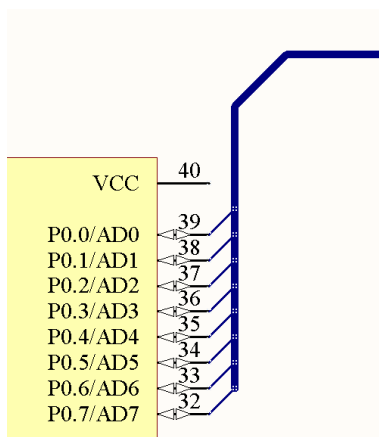

图 2.96 绘制好的总线引入线
(7) 重复步骤(6)的操作，在其他管脚放置总线引入线，当所有的总线引入线全部放置完毕，单击鼠标右键或按“Esc”键，退出布置总线引入线的状态，此时鼠标指针恢复为箭头状态。
(8) 单击选中总线，按住鼠标，调整总线的位置，使其与一排总线引入线相连，绘制好的总线引入线如图 2.96 所示。